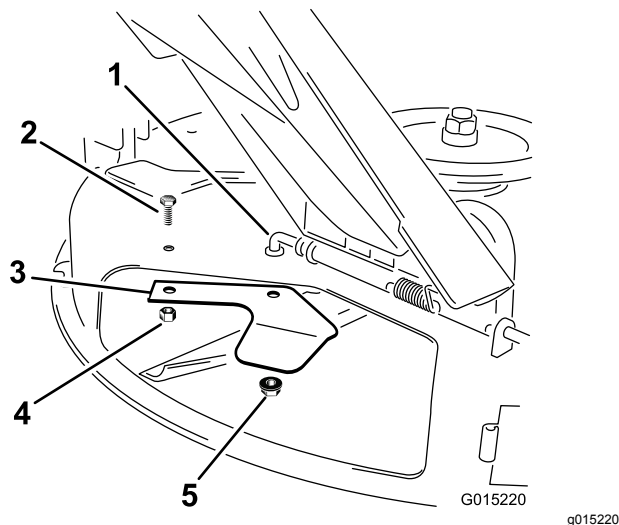

Figura 19
2. Rimuovete i dadi di bloccaggio e il bullone che fissa il deflettore di scarico alla parte inferiore del piatto di taglio (Figura 19). Conservate tutti i dispositivi di fissaggio.